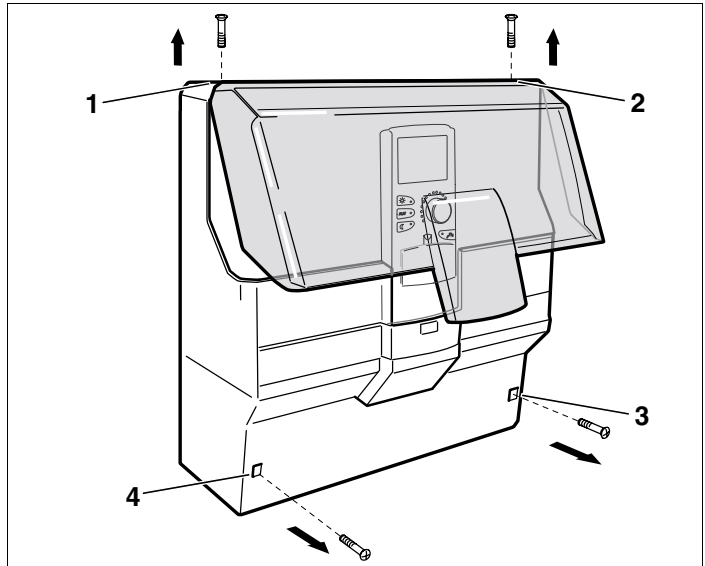

Fig. 2 Fjerning av deksler
- Skru ut de 2 skruene i toppdekslet (fig. 2, **pos. 1 og 2**).
- Skru ut de 2 skruene i ledningsdekslet (fig. 2, **pos. 3 og 4**).